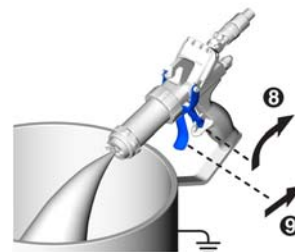

FIG. 21
- Desenganche el seguro de gatillo de la pistola. Consulte FIG. 21.
- Purgue el aire de las mangueras de resina o catalizador:* con un cubo conectado a tierra debajo de la pistola, presione la pistola contra el costado del cubo y oprima el gatillo para suministrar. Continúe suministrando hasta que salga fluido sin aire de ambas lumbreras en la parte delantera de la pistola. Consulte FIG. 21. Puede ser necesario aumentar levemente la presión de aire hasta que el material comience a fluir.